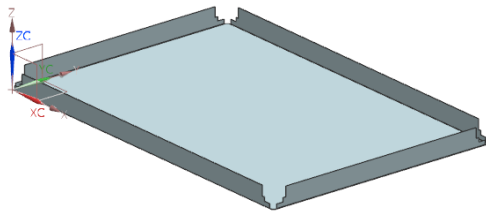

图 2-46 创建法向除料特征
(6) 在“法向除料”对话框中单击  按钮, 创建法向除料特征, 如图 2-46 所示。